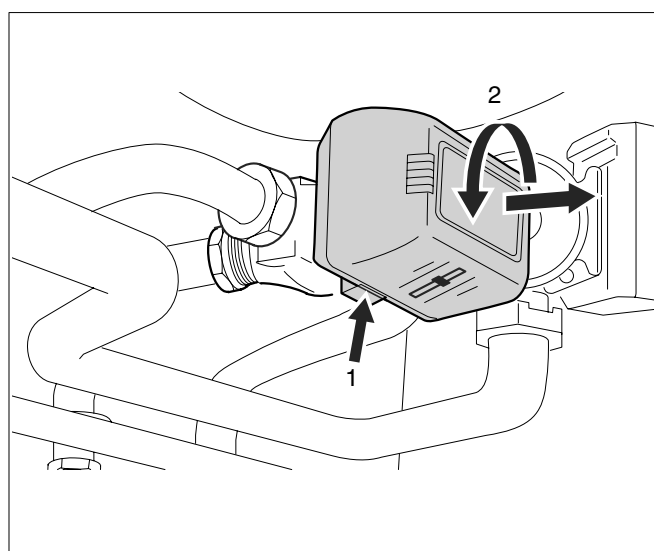

Fig. 74 Demontarea motorului de acționare
- Apăsați opritorul motorului de acționare (vezi Fig. 74, Poz. 1) și desfaceți încuietoarea tip baionetă prin rotire spre stânga (vezi Fig. 74, Poz. 2).